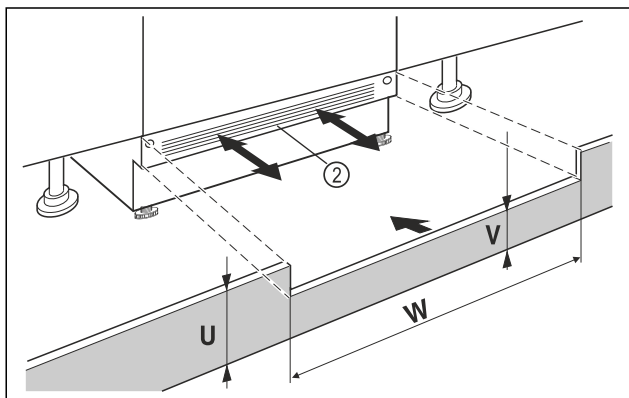

Fig. 88 Exempel
- ▶ Sätt på skåpets sockelpanel Fig. 88 (2) men fixera den inte än.
- ▶ Om sockelpanelen syns Fig. 88 (2) ska den dras framåt tills ventilationsgallret och möbelsockelpanelen ligger kant i kant.
- ▶ Om sockelpanelen är dold Fig. 88 (2) ska den skjutas bakåt så långt det går.
- ▶ Se till att ventilationsöppningarna är helt fria: Skär vid behov av möbelsockelpanelens Fig. 88 (U) på höjden!
- ▷ Längs nischens bredd passas Fig. 88 (W) stagets höjd Fig. 88 (V) under skåpets sockelpanel Fig. 88 (2) in.